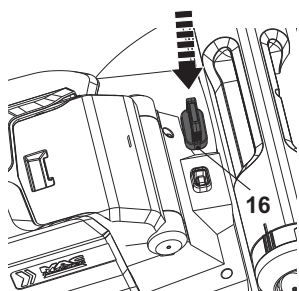
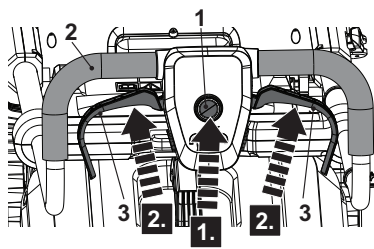

Fig. 18
Fig. 19
1. Installez le bloc-batterie (22) dans le compartiment de la batterie.
2. Insérez la clé de sécurité (16) entièrement dans son logement (Fig. 18).
3. Positionnez-vous derrière le guidon (2).
4. Tout en maintenant le bouton de l'interrupteur de sécurité (1) enfoncé (Fig. 19, étape 1), tirez les leviers de démarrage (3) vers le guidon (2) (Fig. 19, étape 2).
5. Une fois que la tondeuse a démarré, relâchez le bouton de l'interrupteur de sécurité (1).
7. Relâchez les leviers de démarrage (3) pour arrêter la tondeuse.